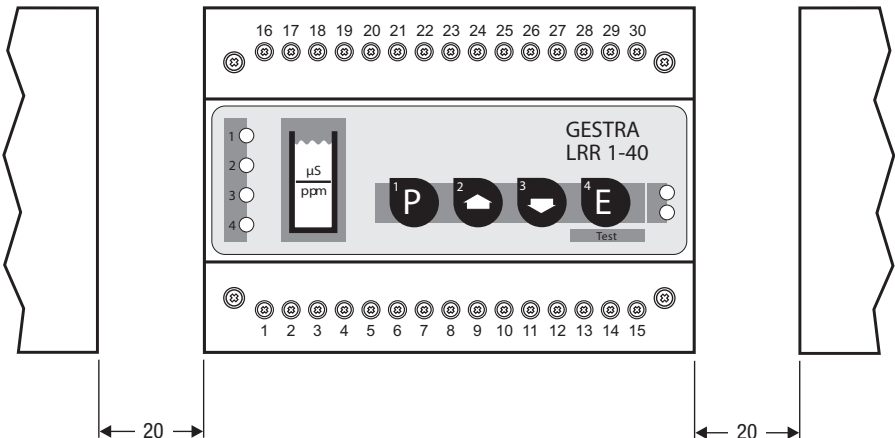

Fig. 7
2. Align control unit. **Fig. 7**